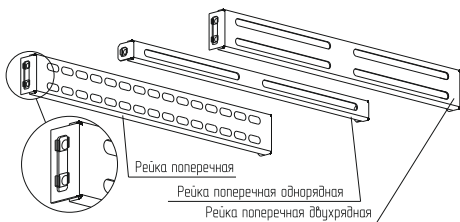

Рисунок 13
9.1 Вставьте по две кузовные гайки в каждый паз на боковых поверхностях Рейки поперечной, Рейки поперечной двухрядной и по одной кузовной гайке в каждый паз на боковой поверхности Рейки поперечной однорядной (рисунок 13).